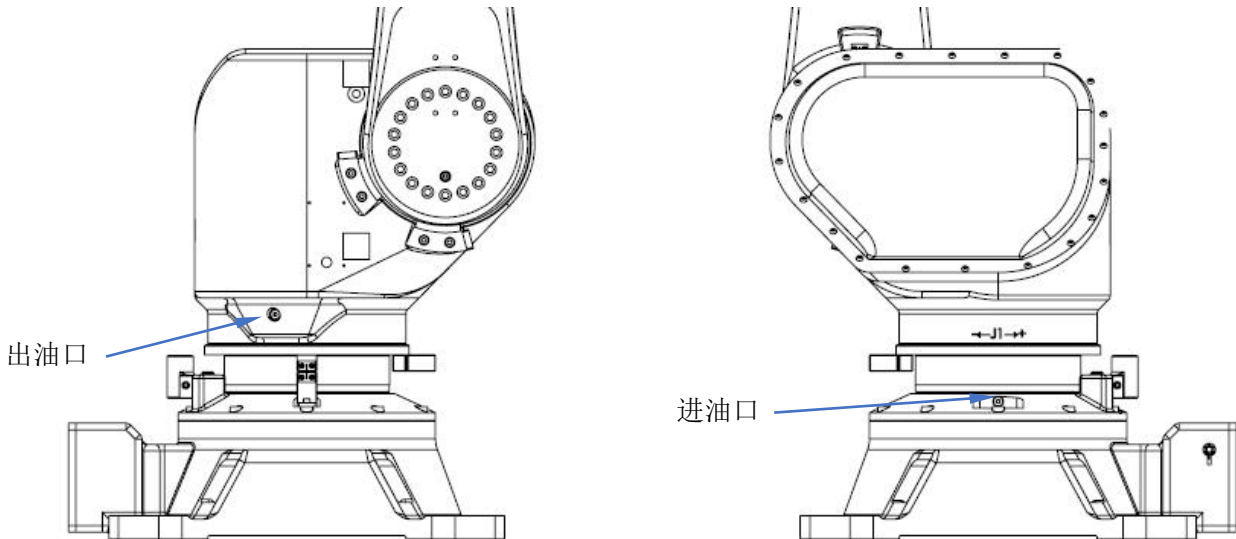

图 4.1 更换润滑油，J1 轴减速机
4) 拆下手腕部件（4）螺钉（见图 4.1）。（注意此过程要用吊车或其它起吊装置吊起手腕部件）